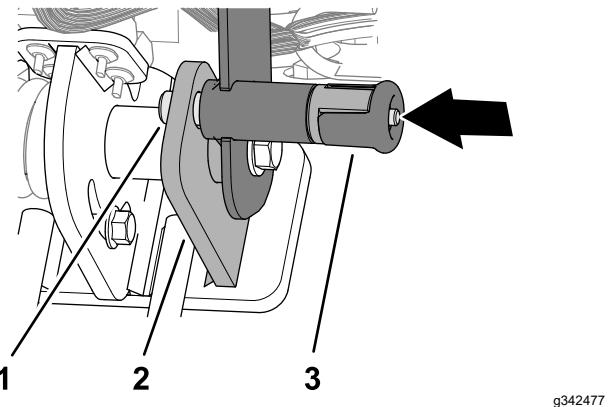

Bild 6
4. Drehen Sie den Lenker nach oben und arretieren Sie ihn mit dem Lenkerriegelungsstift (Bild 6).